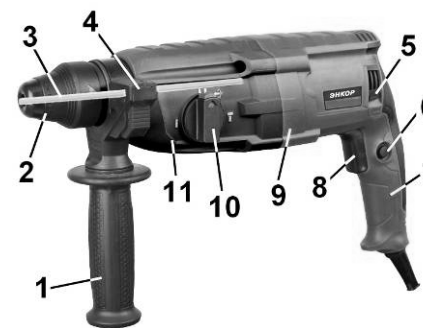

Рис. 2
6. УСТРОЙСТВО ПЕРФОРАТОРА, Рис.2
7. СБОРКА, Рис.2
7.2. Нажмите на фиксатор (4). Вставьте ограничитель глубины сверления (3) в специальное отверстие на дополнительной рукоятке (1). Отпустите фиксатор (4) в выбранном положении ограничителя глубины сверления (3).
8. ПОДГОТОВКА К РАБОТЕ (Рис.2)